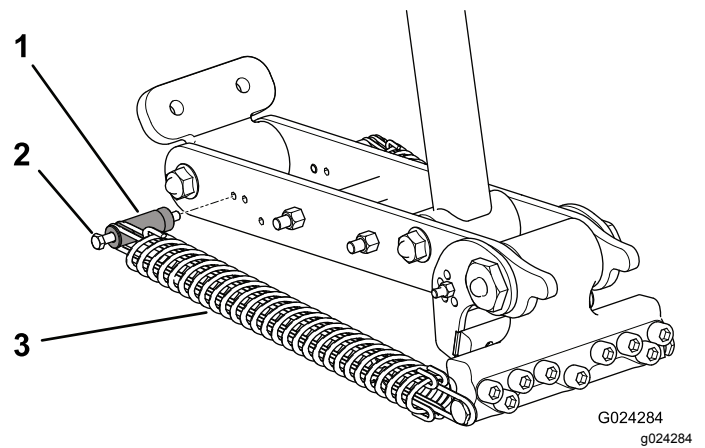
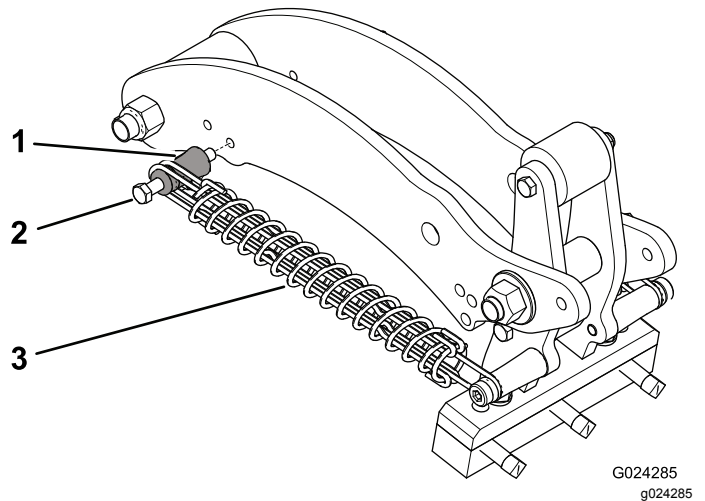

Figura 41
Figura 42
4. Retire la tuerca que sujeta el perno del anclaje del muelle al brazo de acoplamiento (Figura 41 o Figura 42).
5. Retire el perno y el anclaje del brazo de acoplamiento y colóquelos en el otro taladro de ajuste (Figura 41 o Figura 42).